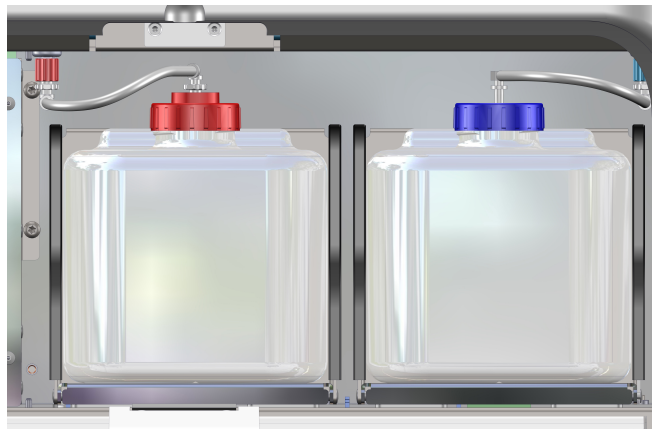

Figura 61
2. O recipiente iWASH PRO está localizado na bandeja de frascos à direita (Figura 61).